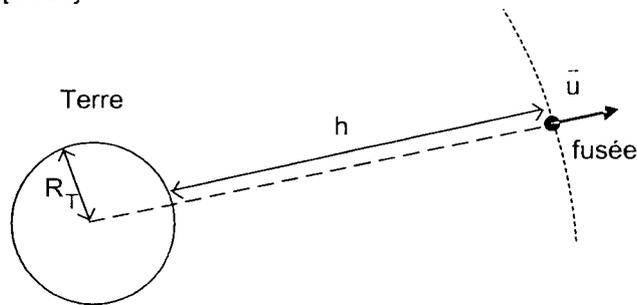

Figure 6
- 2.1. Donner l'expression vectorielle de la force  $\vec{F}_{T/F}$  exercée par la Terre sur le système {fusée} en utilisant le vecteur unitaire  $\vec{u}$  défini sur la figure 6. Reproduire la figure 6 sur la copie et représenter cette force (sans souci d'échelle).